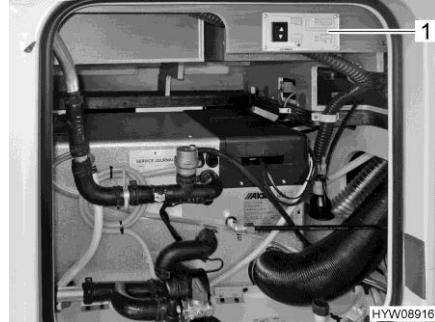
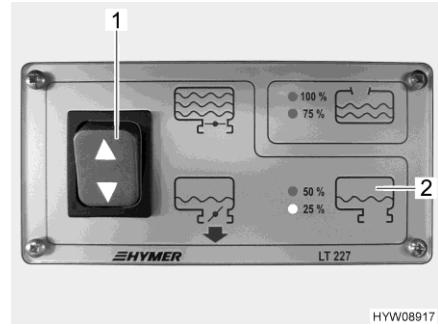

Fig. 172 Sportello di servizio
Fig. 173 Interruttore di comando (rubinetto di scarico)
L'interruttore di comando (Fig. 173,1) per lo scarico per le acque grigie si trova sul pannello di controllo LT 227 (Fig. 172,1) dietro allo sportello di servizio sul lato sinistro del veicolo. Il tubo di scarico con collegamento per un tubo di gomma per lo scarico si trova dietro alla ruota posteriore sinistra.
- I LED sul pannello di controllo LT 227 indicano ora costantemente i livelli di riempimento del serbatoio delle acque grigie (Fig. 173,2) al 25 % e al 50 %. I LED si spengono quando il rispettivo livello di riempimento risulta inferiore.
- Spingere verso il basso l'interruttore (Fig. 173,1) posto sul pannello di controllo LT 227. La valvola delle acque grigie si apre.
- Spingere verso l'alto l'interruttore (Fig. 173,1). La valvola delle acque grigie si chiude.